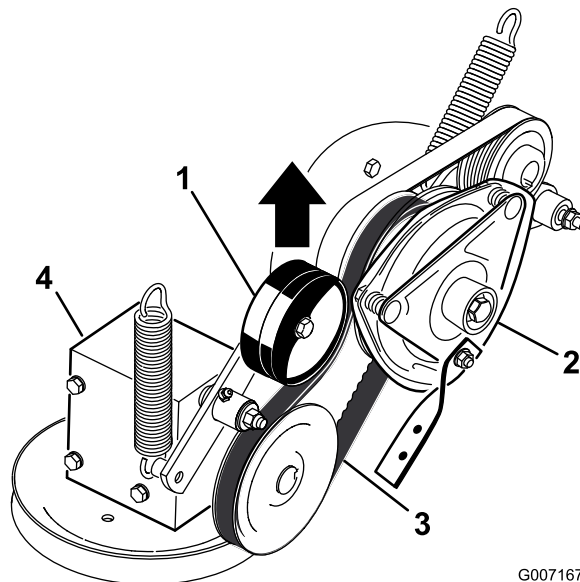

Figura 80
5. Tirate verso l'alto la puleggia tendicinghia caricata a molla per la cinghia di trasmissione della PDF e rimuovete la cinghia dalla puleggia della frizione (Figura 80).
17. Tirate verso l'alto il tendicinghia caricato a molla per la cinghia di trasmissione della PDF e montatelo sulla puleggia della frizione (Figura 80).